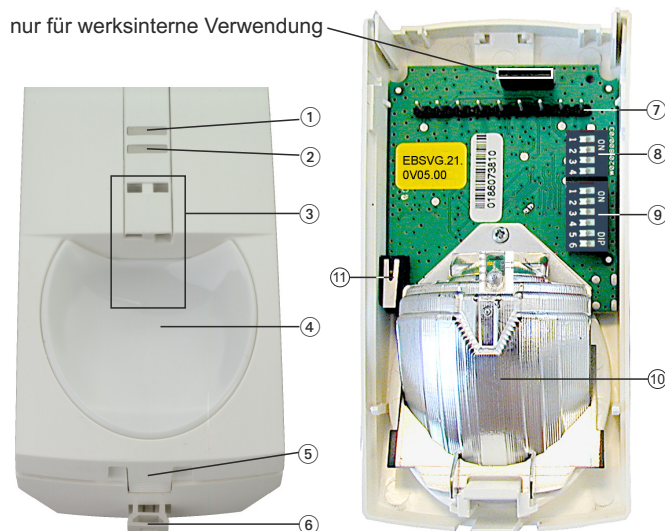

Abb. 1
- ① Falls erforderlich, mit einem kleinen Schraubendreher o. ä. Plombe durchstoßen und nach unten herausziehen.
- ② Rastverschluss (unten in der Mitte, siehe Abb. 1-⑤) leicht nach innen drücken.
- ③ Gehäuseoberteil unten wegklappen
- ④ Gehäuseoberteil nach unten aushängen.